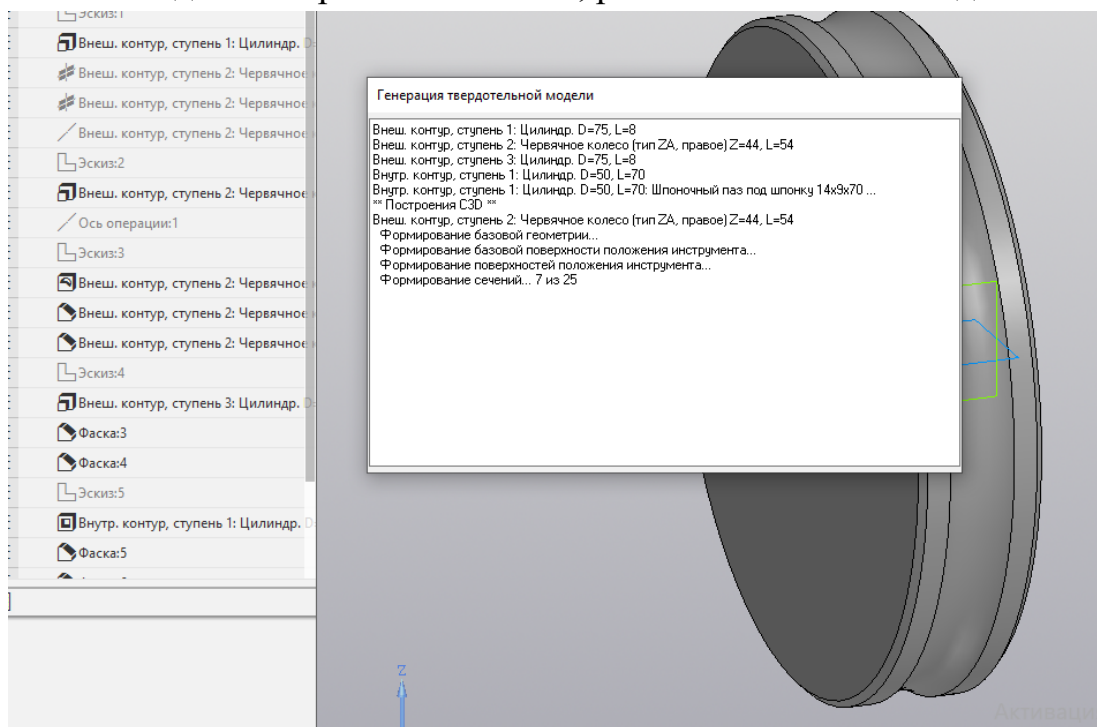
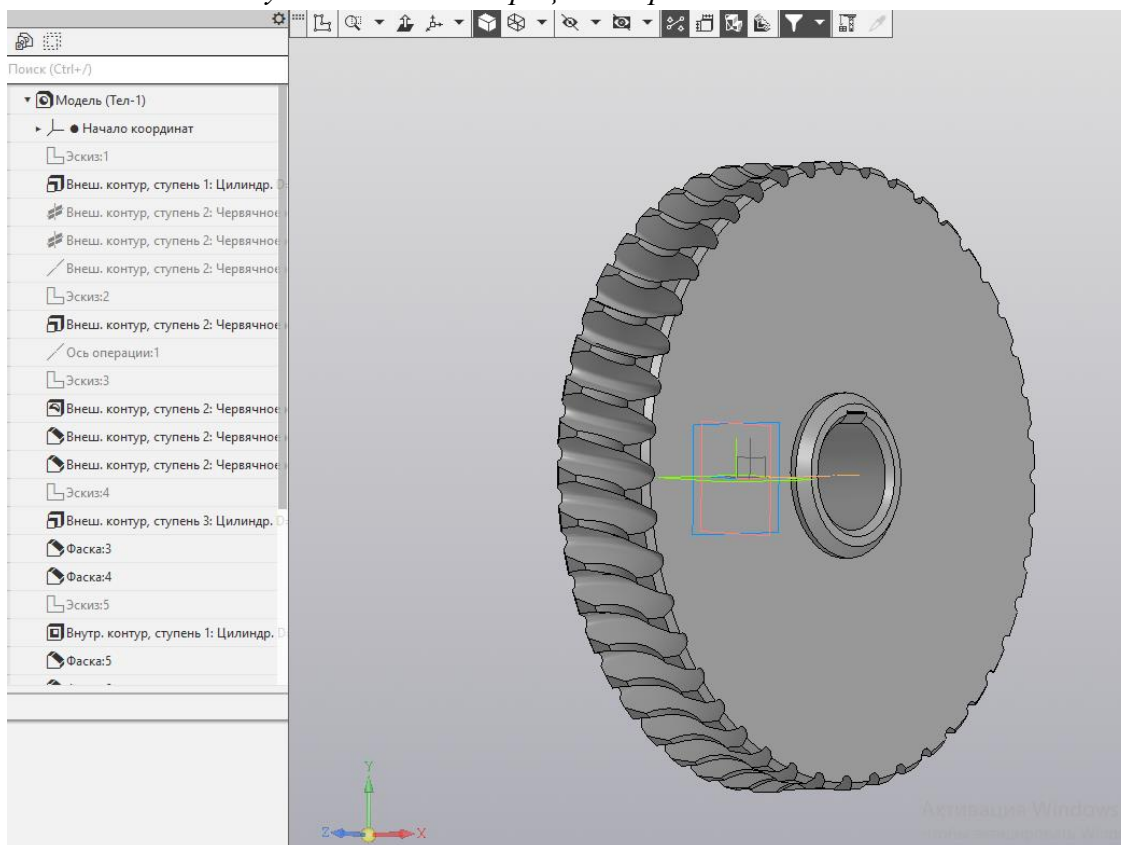

Рисунок 45 - Ход генерации твердотельной модели
Рисунок 46 - Результат генерации твердотельной модели червячного колеса
• После вызова команды на экран выводится панель, отражающая ход генерации (рисунок 45). Готовая трехмерная модель помещается в новый документ КОМПАС (рисунок 46). Чтобы перейти к нему, закройте окно системы «Валы и механические передачи 2D», сохранив при этом модель. Откройте документ с 3D-моделью червячного колеса, расположенный в соседней вкладке.